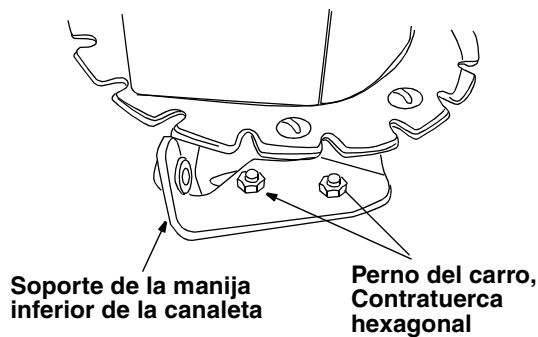

Figura 6
- Usted puede tener que aflojar los pernos del carro y las contratuercas hexagonales que aseguran el soporte inferior de la manija de la canaleta a la prolongación del lado izquierdo del conjunto de la canaleta. Vea la Figura 6.